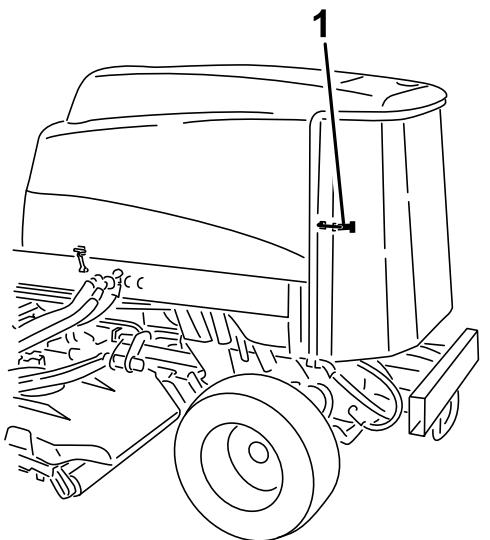

Figura 72
1. Destranque e abra o painel traseiro (Figura 72).